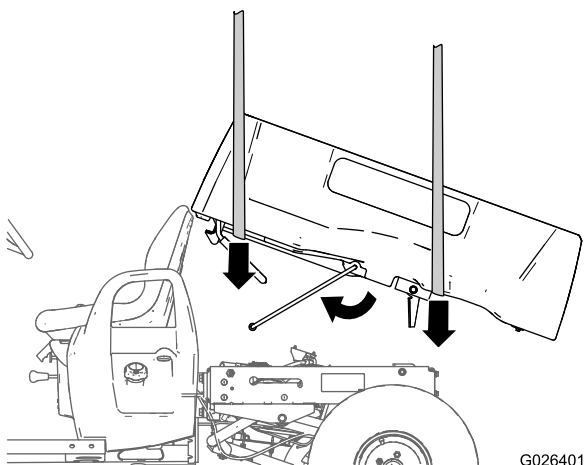
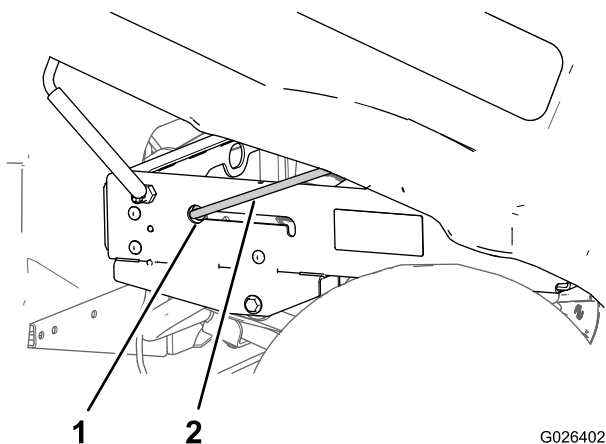

Рисунок 17
Рисунок 18
2. С помощью подъемного оборудования в передней и задней части грузового кузова поднимите грузовой кузов и выровняйте его над рамой машины так, чтобы кронштейн шарнира в сборе был сзади (Рисунок 17)
4. Отрегулируйте высоту и положение подъемного оборудования для совмещения короткой части опорной стойки с профилированным отверстием в конце паза опорной стойки в левом швеллере рамы или кронштейне опорной стойки (Рисунок 17).
5. Поверните опорную стойку вперед и вставьте короткую часть стойки в профилированное отверстие (Рисунок 17 и Рисунок 18).
выровнен над задним швеллером рамы (Рисунок 18).